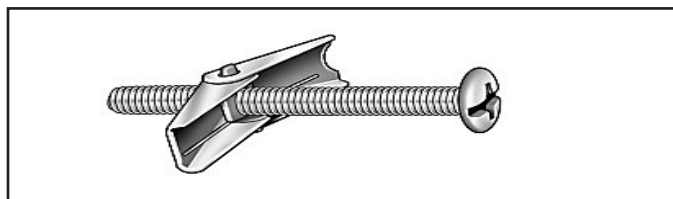

Figura 4.4 Anclaje de perno basculante de 0.47 cm (3/16 pulg.)
- En cada orificio de montaje que no coincida con un elemento estructural de la estructura de montaje, debe utilizarse un anclaje de perno basculante para panel de yeso. Consulte la Figura 4.4.